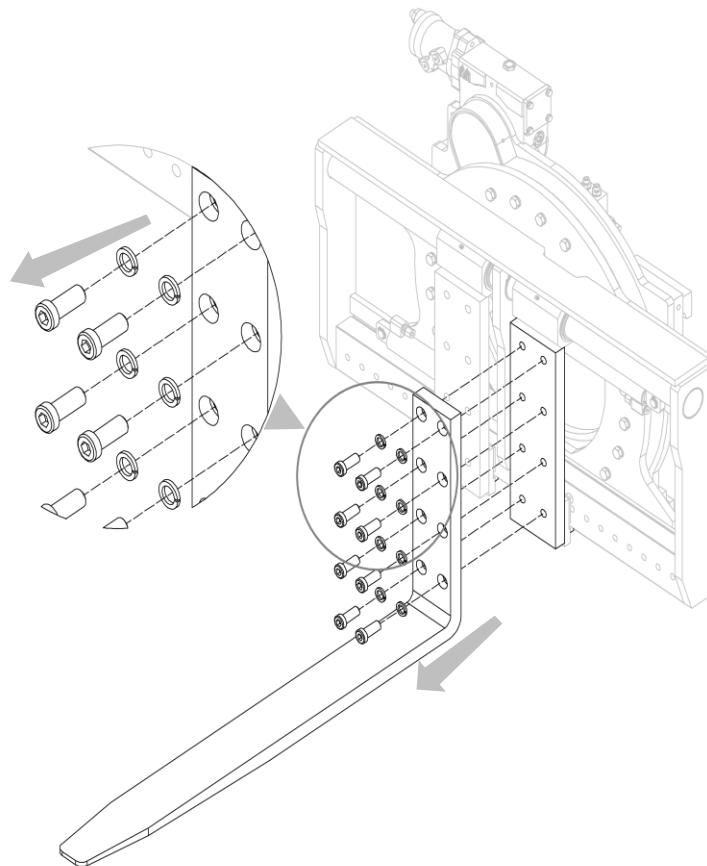

Figura 29
2. Rimuovere le forche dopo aver svitato le relative viti che le bloccano (vedi *Figura 29*).